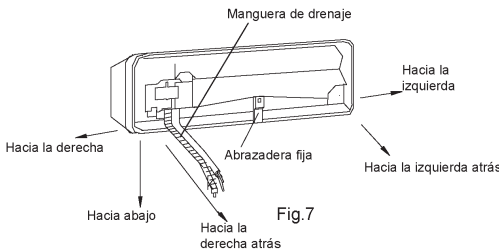

Fig.7
La tabla izquierda está disponible para la posición de la maguera de desagüe, ver Fig. 7.
1. Conexión del tubo posterior derecho (similar al tubo inferior derecho) (Opcional. Ver Fig. 7)